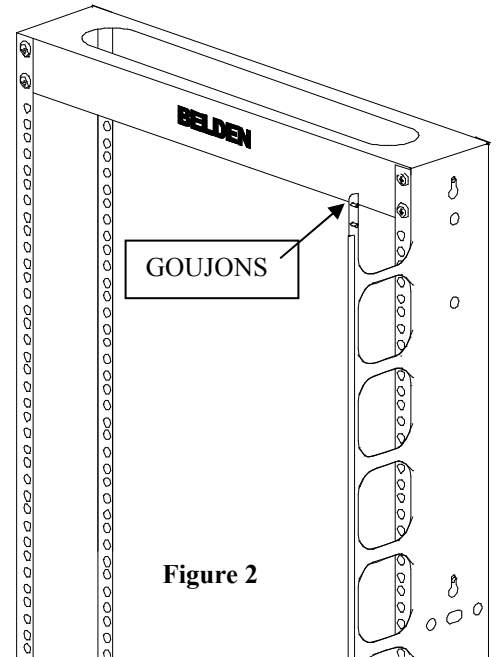

Figure 2
- A. La tour de gestion vertical s'assemble au montant du bâti de gestion Cuivre / Fibre. La plaque vertical est symétrique et peut se monter d'un côté ou de l'autre du *bâti de gestion Cuivre / Fibre*. Engager une vis à tête large 10-32 x 3/8 dans le trou taraudé supérieur, dans le centre du montant du bâti, (les trous sur le coté sont réservés pour la version fibre) près du chemin de câbles horizontal supérieur, en laissant au moins 1/8 po de filetage apparent. De la même manière, ajouter une seconde vis juste sous la première. Suspendre la plaque verticale au deux vis en les faisant passer dans les trous à clavette de la plaque vertical. Voir la figure 2. **Noter que les goujons filetés doivent pointés vers l'extérieur.**